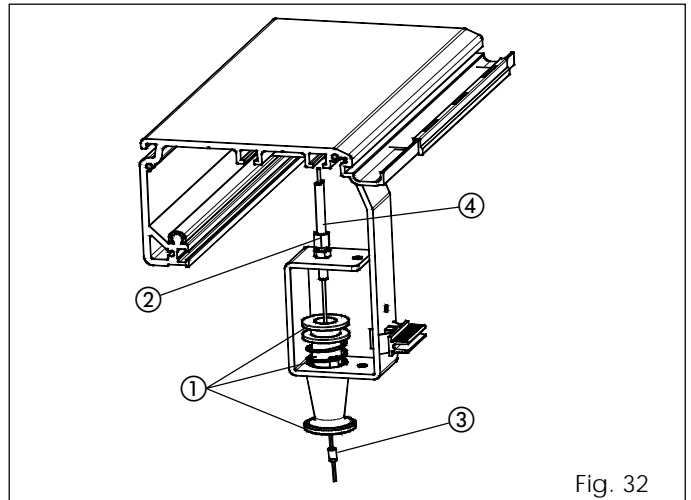

Fig. 32
- Ensamble el pomo de desbloqueo como se indica en la fig. 32 ref. ①.
- Atornille el regulador, con las correspondientes tuercas de bloqueo, en la parte interna de la brida (fig. 32 ref. ②).
- Bloquee el cable de acero con el sujeta-cables y el correspondiente tornillo (fig. 32 ref. ③).
- Coloque la vaina del cable hasta que tope con el regulador (fig. 32 ref. ④).